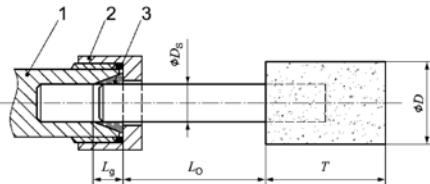

Bild 1: Einspannlänge von Spannfutter und Spannzange
- Achten Sie darauf, dass zu beachten ist, dass die zulässige Drehzahl bei Kleinschleifköpfen aufgrund der Erhöhung der Länge des Schafts zwischen dem Spannzangenende und dem Kleinschleifkörper herabgesetzt werden muss (Überhang). Das Einhalten der minimalen Einspannlänge von 10 mm ist sicherzustellen. (Siehe Bild 1 und die Empfehlungen des Herstellers von Kleinschleifköpfen).